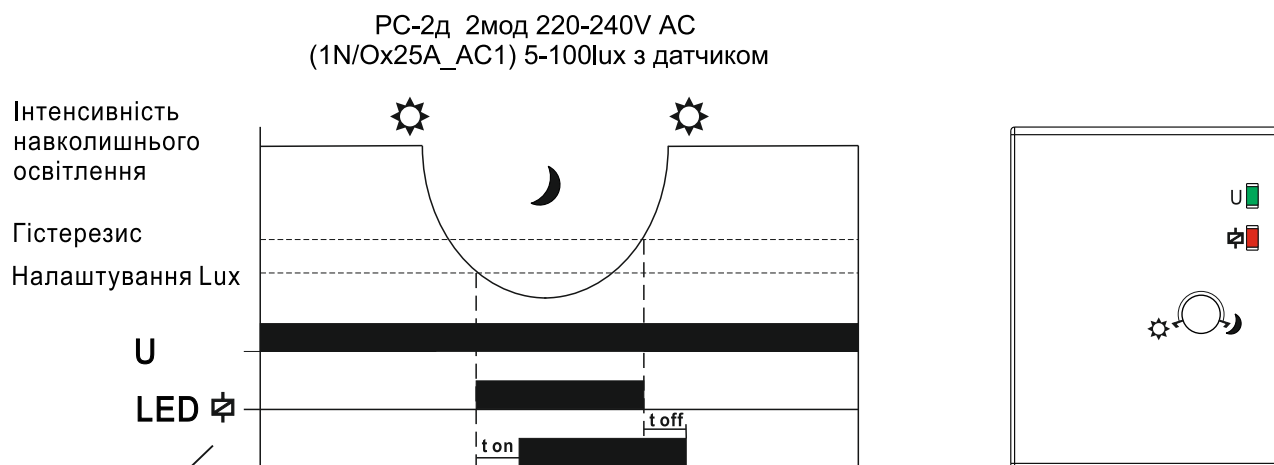

Рисунок 3. Функціональна діаграма реле
3.4 Рисунок 3. Функціональна діаграма реле